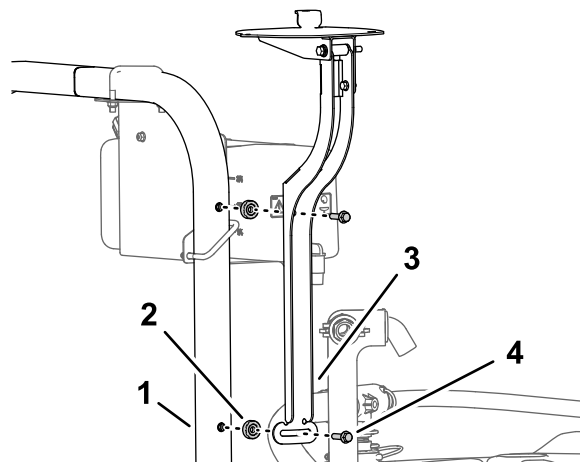

Figura 154
- Montate il supporto del ricevitore e il distanziale (3/8" x 7/16") sul roll bar con il bullone a testa flangiata (3/8" x 1 1/2"), come illustrato nella Figura 154.